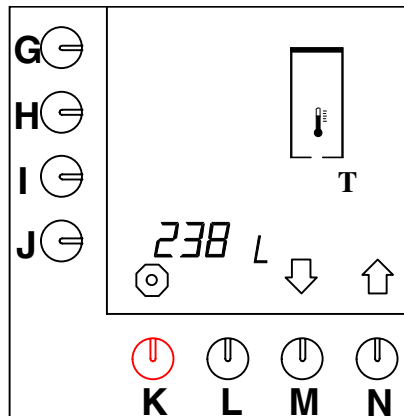

Abb. 29 Gesamtzählwerk für das Heißwassersystem
- Jetzt erscheint das Gesamtzählwerk im Display. Die Gesamtanzahl der Liter heißes Wasser, die während der Lebensdauer des Geräts aufgebraut wurden, kann im Display abgelesen werden (Abb. 29 ).